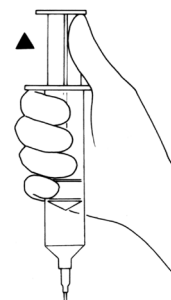

Figura 4-4a. Aspirar ar
5. aspire quaisquer vestígios de ar que permaneçam no manguito até sentir uma ligeira resistência no êmbolo. (**Figura 4-4a**)